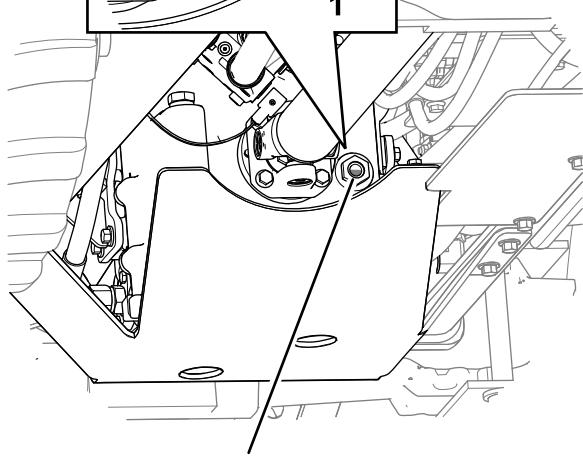

Figura 99
4. Após 5 minutos, verifique o nível de óleo na transmissão pelo visor de nível (Figura 99).
6. Repita os procedimentos 2 a 5 até o nível do óleo cobrir 1/2 a 3/4 do visor de nível (Figura 99).
Nota: O nível do óleo deve cobrir 1/2 a 3/4 do visor de nível (Figura 99).